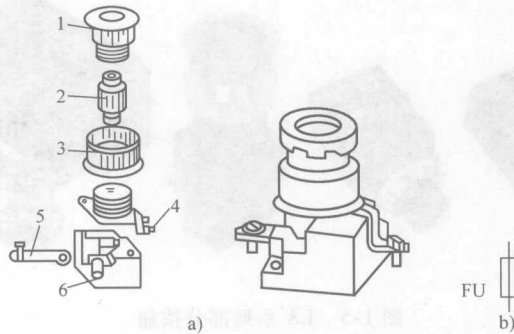

图 1-3 螺旋式熔断器的结构与符号
④ 结构与符号。如图 1-3 所示，螺旋式熔断器由瓷帽、熔管、瓷套、上接线端子、下接线端子及瓷座组成。当电路发生短路或通过熔断器的电流达到甚至超过规定电流值时，熔管中的熔体熔断，从而分断电路，起到保护作用。其文字符号与图形符号如图 1-3b 所示。